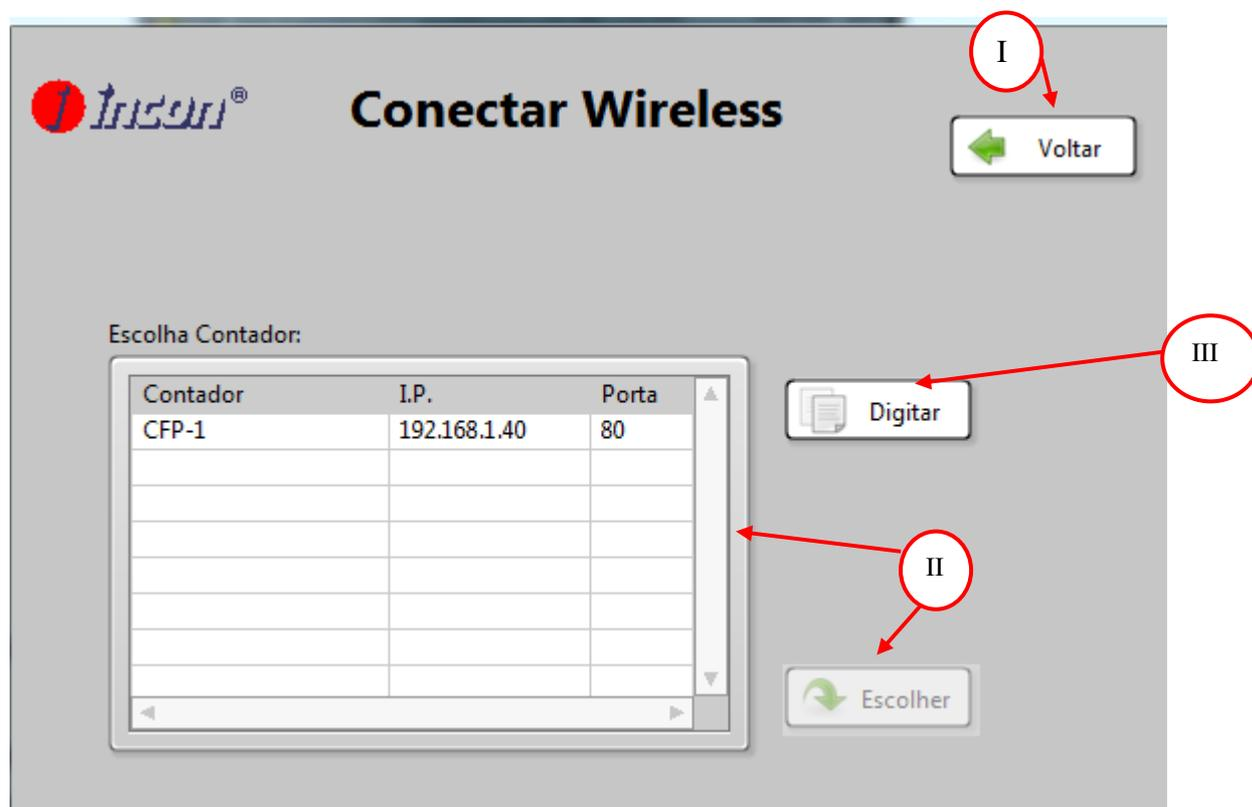

Figura 18: Janela para conectar Wireless
2) **Wireless:** Opção para conectar o software ao contador cfp-100 através da rede wireless. Selecionando esta opção a seguinte janela irá aparecer (figura 18):